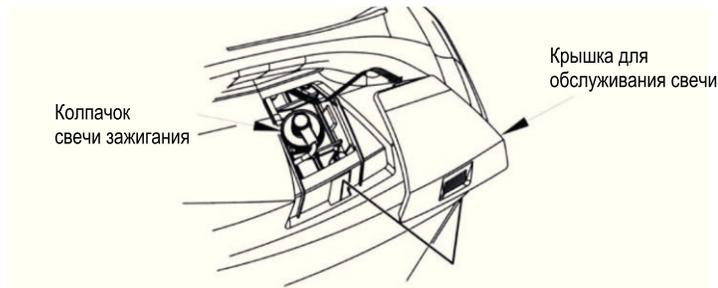

Рис. 25
1. Снимите крышку для обслуживания свечи зажигания (тип свечи NHSP LD A7RTC) (рис.25).